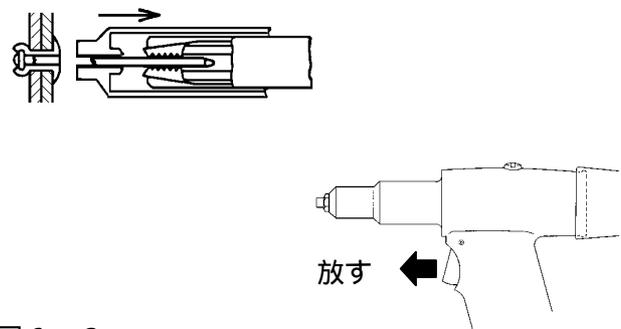

図6 - 3
- 4 . リベットツールを前または後ろに傾けて破断したマンドレルを排出してください。(ME未装着の場合) (図6 - 4)